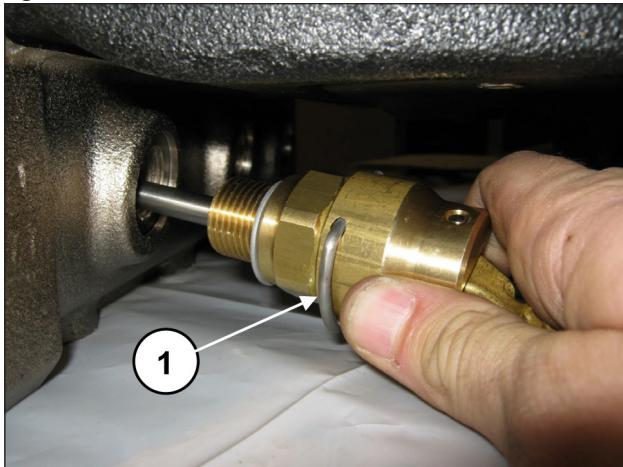
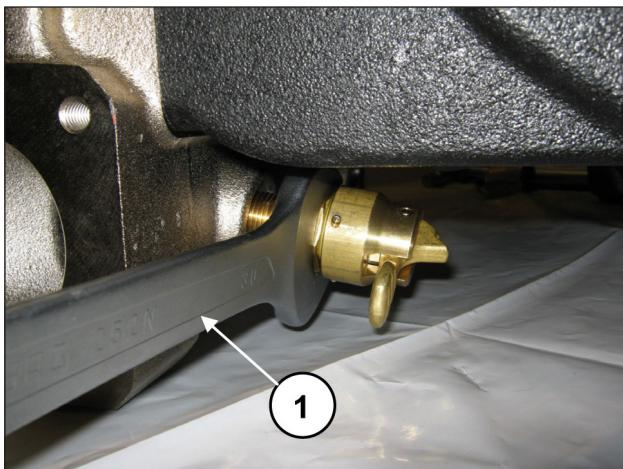

Fig. 166
Fig. 167
Serrer les vis M18x50 et M16x45 des couvercles d'aspiration et de refoulement à l'aide d'une clé dynamométrique, en suivant les indications du chapitre 3 FORCES DE SERRAGE DES VIS. Monter les dispositifs d'ouverture des soupapes (rep. ①, Fig. 166) et les visser à l'aide d'une clé de 30 mm (rep. ①, Fig. 167).